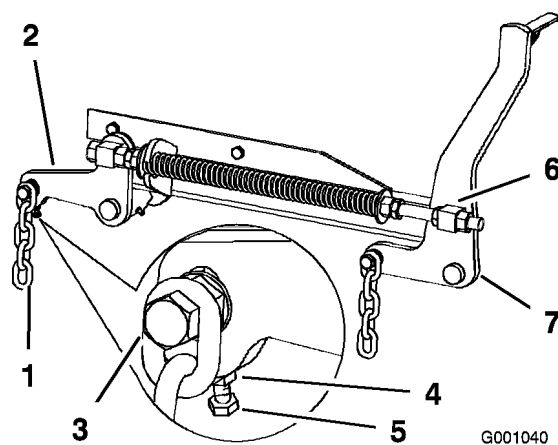

Bild 73
- Wenn die Werte an den Stellen **B** oder **C** falsch sind, lösen Sie die Schraube, mit der die hintere Kette am hinteren Stützarm befestigt ist (Bild 73).
- Lösen Sie die Klemmmutter unter dem hinteren Stützarm und stellen Sie die Einstellschraube so ein, dass Sie einen Wert von 79 to 82 mm erhalten (Bild 73).
7. Lösen Sie die Klemmmuttern der vorderen Drehzapfen, vorne am rechten und linken Drehzapfen, um ungefähr 13 mm (Bild 73).
8. Stellen Sie die Hubmutter auf der linken und rechten Seite der Maschine ein, um einen Wert zu erzielen, der vorne an Stelle **A** um 6 bis 10 mm niedriger ist als hinten an Stelle **B** (Bild 73).